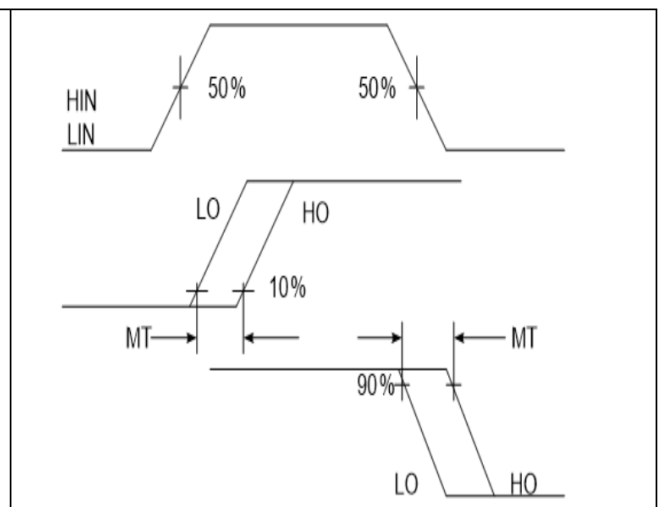

图9 延迟匹配波形定义
2ED2182 (4) S06F (J) 的死区电路与高端和低端输出相匹配。图 9 定义了两个死区时间参数（即 DTLO-HO 和 DTHO-LO）；与 2ED2182S06F (J) 相关的死区时间匹配参数 (MDT) 指定了 DTLO-HO 和 DTHO-LO 之间的最大差异。